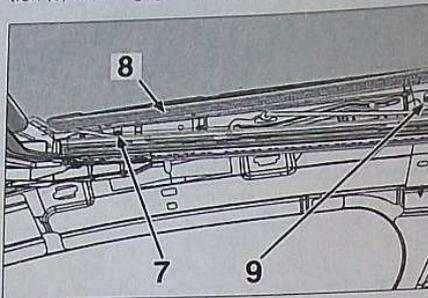

FIG. 56
Décliper en partie inférieure le soufflet de protection (8) et le dégager vers le haut (Fig. 56).